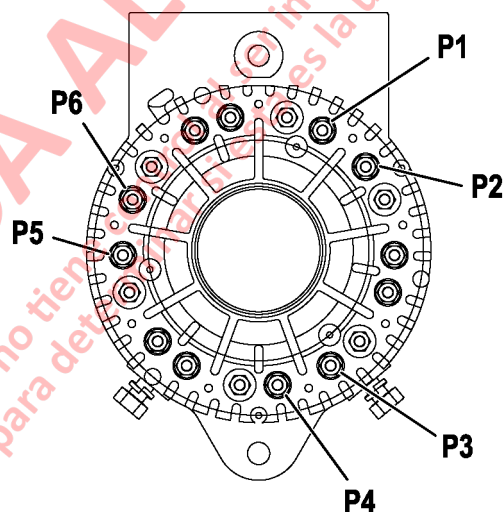

FIGURA 10-15. UBICACIÓN DE LOS CONDUCTORES DE FASE
2. Conecte un conductor del medidor al conductor P1 (Figura 10-15), conecte otro conductor del medidor (uno a la vez) a cada conductor de fase P4, P5 y P6. Repita para P2 y P3.
2. Conecte un conductor del DMM en el terminal (B-) del alternador y conecte el otro conductor del medidor a cada conductor de fase P1, P2 y P3 (Figura 10-15).